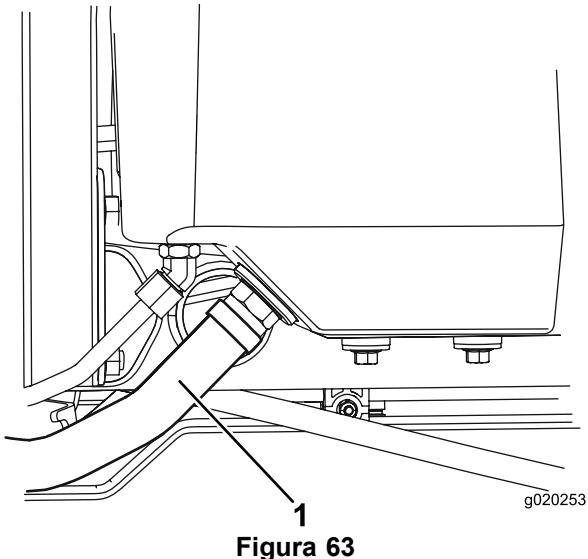

Figura 63
- Desligue o tubo hidráulico grande (Figura 63) do reservatório e deixe o fluido hidráulico escorrer para um recipiente. Instale as tubagens hidráulicas quando o fluido pare de escorrer.